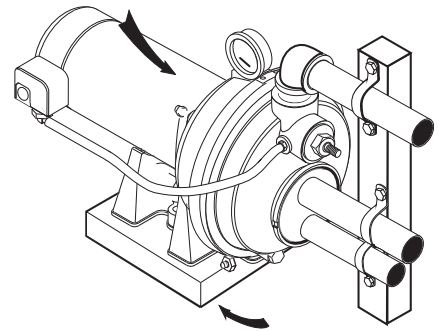

Figura 35
- Vuelva a colocar los pernos en la cara de la bomba y apriételos (véase la Figura 35).